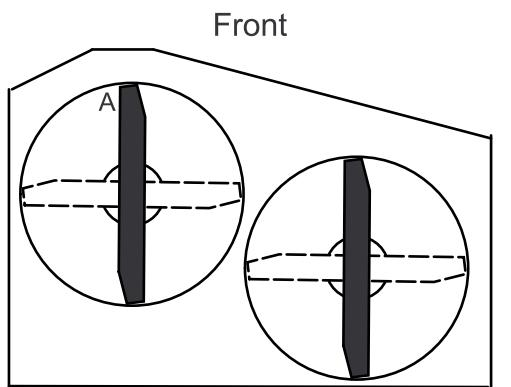

Figure 88
3. Placez la machine sur une surface plane, et tournez une lame dans le sens longitudinal. Mesurez au point **A** et entre la surface plane et le bord coupant des pointes des lames (Figure 87) Pour les plateaux de coupe de 36 pouces, reportez-vous à la Figure 88.